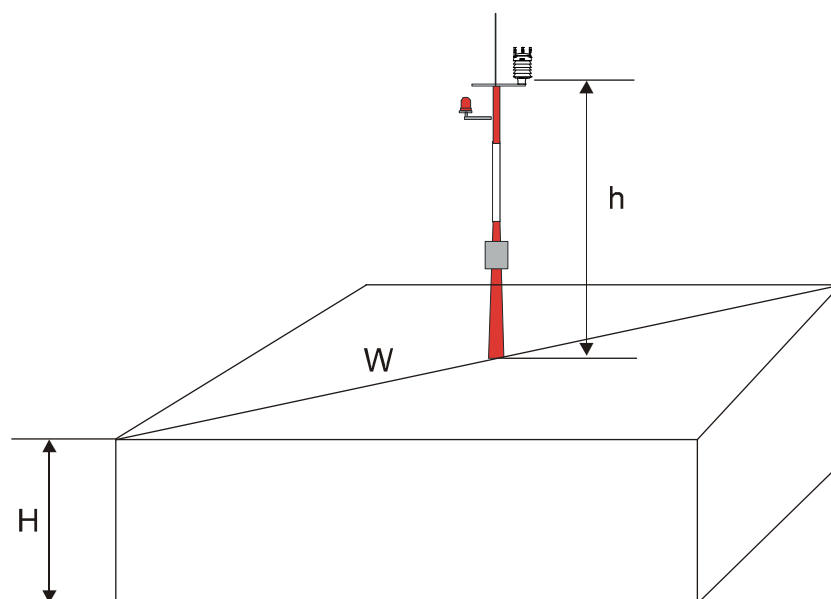

Figure 11 Longueur recommandée du mât au sommet d'un bâtiment
La longueur minimum recommandée (marquée de la lettre h à la Figure 11 à la page 35) pour le mât installé au sommet d'un bâtiment est 1,5 fois supérieure à la hauteur du bâtiment (H). Lorsque la diagonale (W) est inférieure à la hauteur (H), la longueur minimum du mât est $1,5 W$.